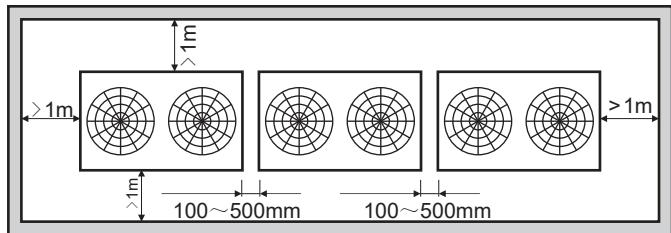

Fig. 3.10 Espacio de instalación de la unidad exterior
1) Al instalar, debe dejar un espacio de mantenimiento como se muestra en la Fig.3.10, el dispositivo de alimentación debe instalarse al lado de la unidad exterior según el método que se muestra en el manual de instalación para la unidad de alimentación.